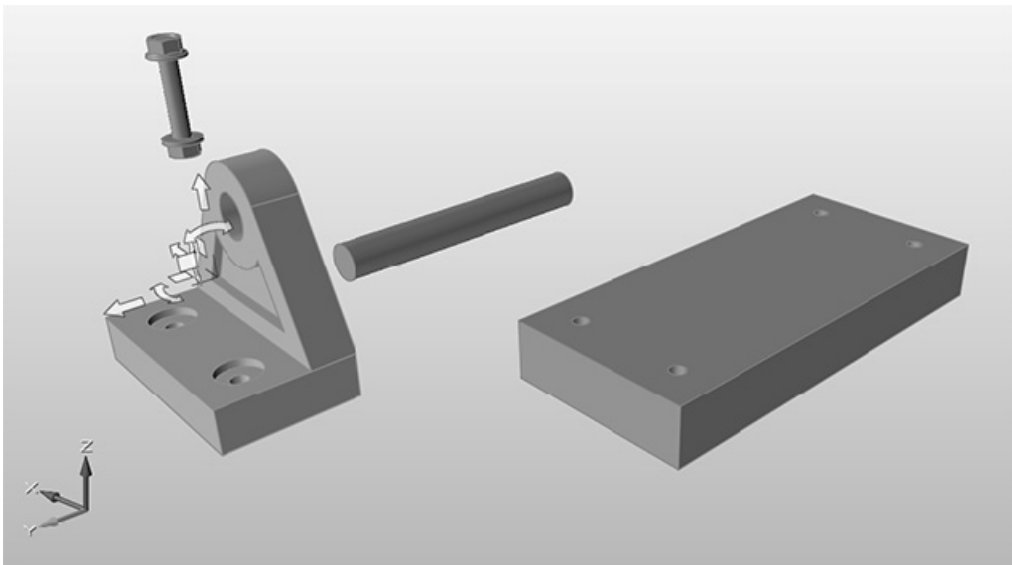

图 3-7
2) 按〈M〉键打开移动工具，或单击功能区上的移动工具，如图 3-7 所示。